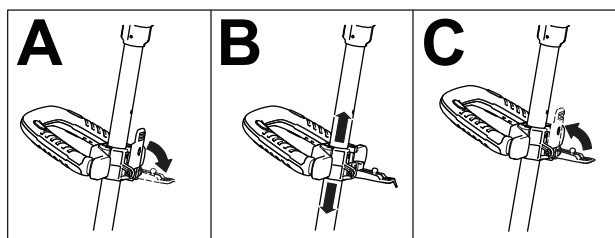

Figure 14
1. Déverrouillez le verrou de la poignée auxiliaire (encadré A de la Figure 14).
2. Élevez ou abaissez la poignée auxiliaire à la hauteur voulue (encadré B de la Figure 14).
3. Refermez le verrou de la poignée auxiliaire pour la fixer en place (encadré C de la Figure 14).